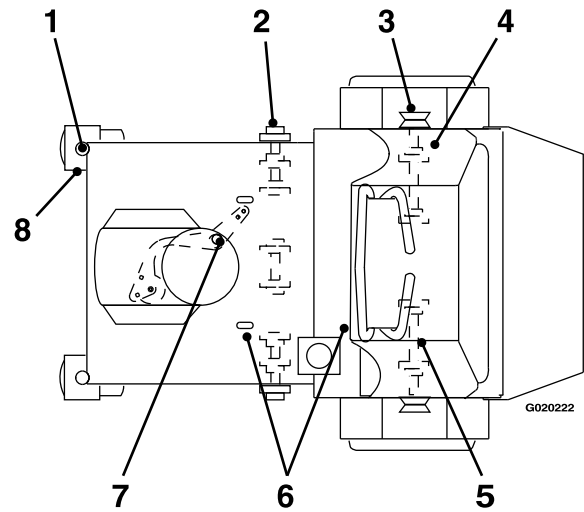

Figura 32
2. Limpie con un trapo los engrasadores (Figura 32).
3. Conecte una pistola de engrasar al engrasador (Figura 32).